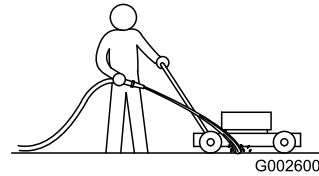

Figure 22
3. Mettez le moteur en marche et engagez la lame, puis dirigez un jet d'eau devant la roue arrière droite (Figure 22).